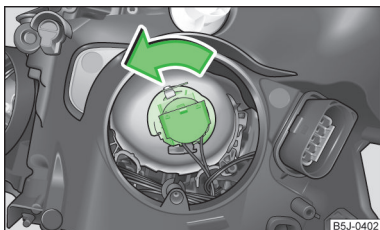

Abb. 158
- › Den Stecker mit der Glühlampe bis zum Anschlag **entgegen dem** Uhrzeigersinn drehen » Abb. 158 und herausnehmen.